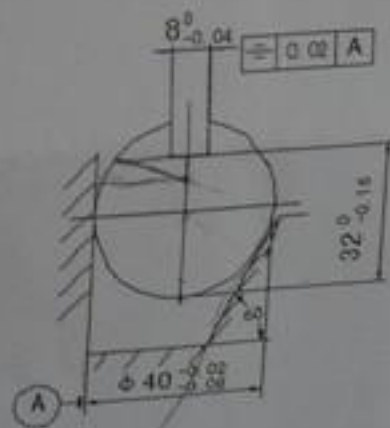

图 2 圆柱体工件及其定位示意图
八、(20 分) 图 2 给出了圆柱体工件及定位示意图，本工序欲铣键槽。(1) 试选择该定位方案中相关定位元件，并说明其作用；(2) 计算定位误差并判定该定位方案的合理性；(3) 试考虑满足该工件及其要求的其它优化定位方案（绘制示意图）并说明其优越性。